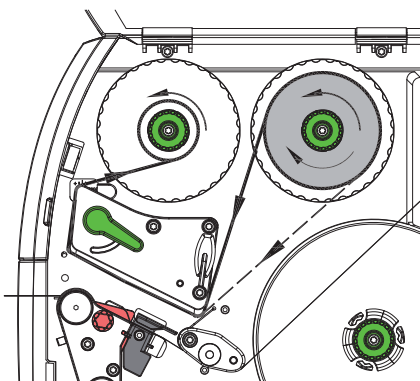

Figure 18 Défilement du ruban transfert
2. Tourner le levier (6) dans le sens inverse des aiguilles d'une montre pour soulever la tête d'impression.
3. Pousser le rouleau de ruban transfert (1) sur le dérouleur (2), de manière à ce que la partie encree du ruban pointe vers le bas lors du déroulement.
4. Positionner le rouleau (1) sur le dérouleur afin que les deux extrémités du rouleau se situent à des valeurs identiques sur l'échelle.
5. Maintenir le rouleau de ruban transfert (1) et tourner le bouton de réglage sur le dérouleur (3) dans le sens inverse des aiguilles d'une montre jusqu'à ce que le rouleau soit fixé.
6. Pousser un mandrin approprié (4) sur l'enrouleur de ruban transfert (5) et le fixer de la même manière.
7. Guider le ruban transfert à travers le mécanisme d'impression comme décrit sur la Figure 18.
8. Fixer le début de ruban transfert avec une bande collante sur le mandrin (4). Respecter le sens de rotation de l'enrouleur de ruban transfert, à l'inverse des aiguilles d'une montre.
9. Tourner l'enrouleur (5) dans le sens inverse des aiguilles d'une montre pour lisser le ruban transfert.
10. Tourner le levier (6) dans le sens des aiguilles d'une montre pour verrouiller la tête d'impression.